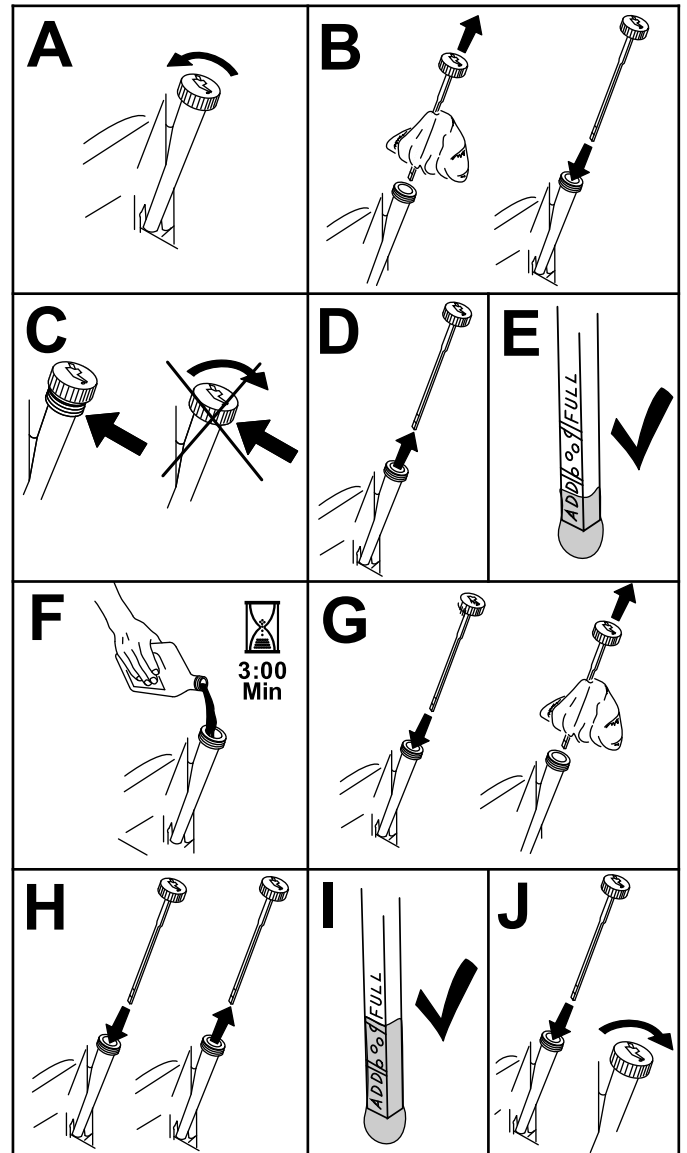

Bild 43
3. Kontrollieren Sie den Ölstand wie in (Bild 43) gezeigt.